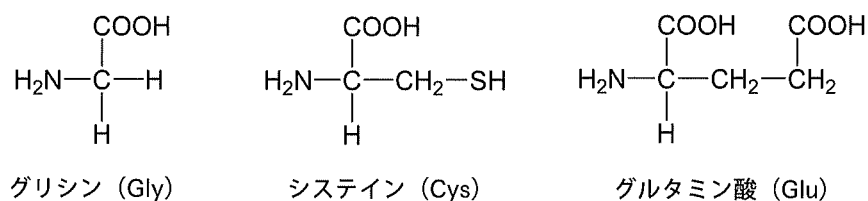

図 1 3 種の α -アミノ酸の構造と略号
α -アミノ酸は、生体においては臓器や組織を構成するとともに、私たちの身体の機能をつかさどる物質の原料、エネルギー源などに利用される。これらのうち、_(b)グリシン、システイン、グルタミン酸の 3 種の α -アミノ酸を図 1 に示す。
3. 図 1 のアミノ酸に不斉炭素原子があれば、解答用紙の構造式中の該当する原子に * 印を付して示せ。